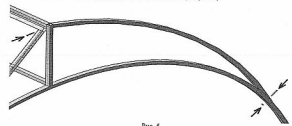

Рис. 5
- винтом М4х35 через отверстия в верку рамы форточек крепим торцы дуг (см. рис. 5).
Винтом М4х55 и гайкой стягиваем верхнюю дугу к дуге теплицы (см. рис. 5).